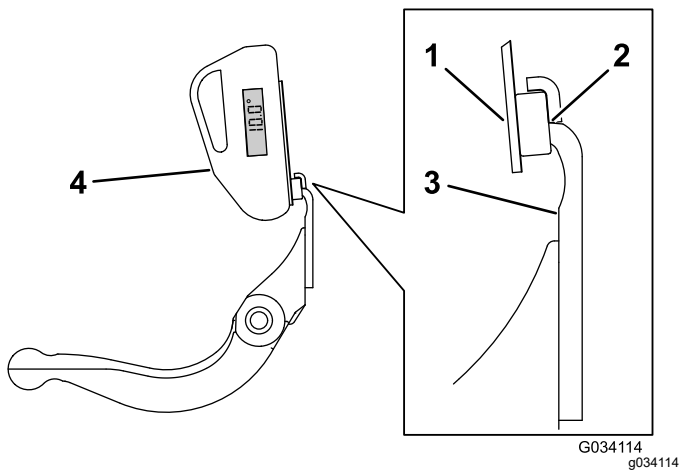

图 29
3. 将角度指示器底座放在底刀边缘上以使磁体边缘与底刀边缘紧密配合图 29。
4. 如 图 29 所示将角度指示器放置到底座上。